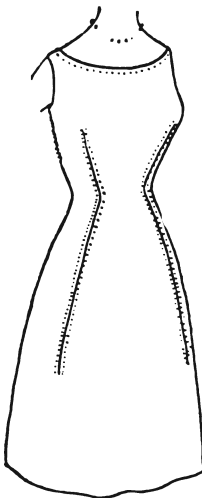
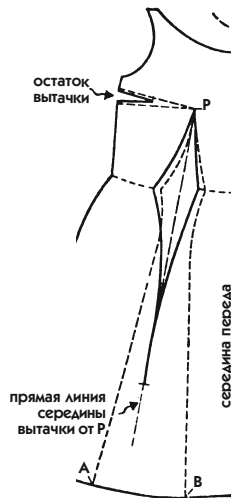

Рис. 611
Рис. 612
Длинная вытачка, начинающаяся от точки Р и заканчивающаяся на уровне  $\frac{2}{3}$  длины юбки, создает прилегающий силуэт платья «принцесса» с широкой юбкой (рис. 611).
- Полностью вырежьте до точки Р поверхность этой вытачки (рис. 612).
4. Положите лекало на другой лист и постепенно закройте верхнюю вытачку, пока внизу не образуется желаемое расширение (на рис. 612 пунктирные линии до засечек А и В). В принципе вытачка должна дать  $\frac{2}{3}$  желаемого расширения, а остальную  $\frac{1}{3}$  надо позднее прибавить со стороны бокового среза.
- Проведите контуры лекала пунктирной линией от точки Р (как на рис. 612).
- Если вытачка бокового среза не закрылась полностью (поэтому она не указана на рис. 611), оставьте то, что от нее осталось, под рукой (см. пункт на рис. 612). Затем укоротите ее пропорционально величине распах.
5. Если линия середины расширения, идущего от точки Р, не находится в соответствии с моделью, найдите конечную точку вытачки на юбке и проведите от нее прямую линию до точки Р (пунктирная линия на рис. 612).
- Начертите окончательную вытачку сплошными линиями с серединой по пунктирной линии, как показано на рис. 612.